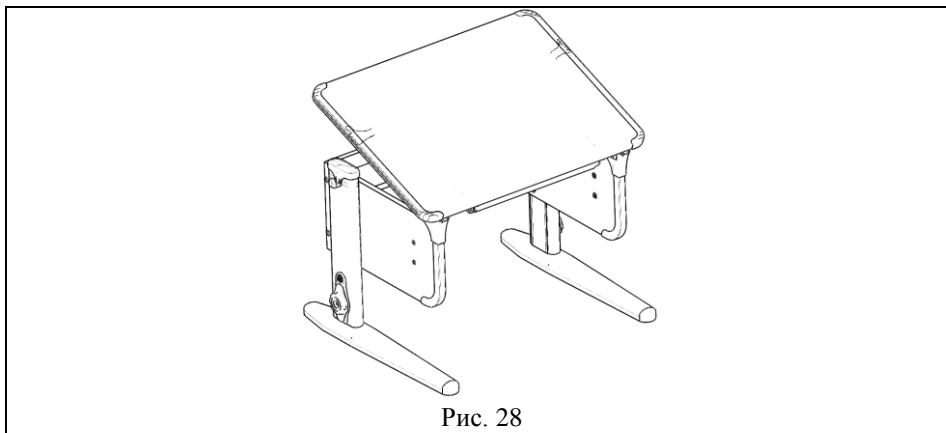

Рис. 28
- приподнять столешницу, держа за дальний левый или правый угол столешницы, на нужный угол наклона, см. рис. 28;